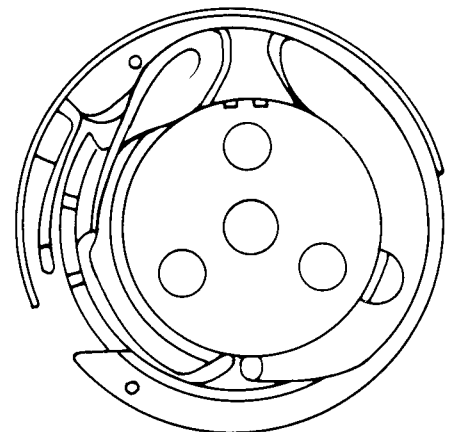

Fig. 35e
- Das Spulenkapselunterteil mit Greiferbügel komplett in den Greifer einsetzen (siehe Abb. 35e).
- Replace bobbin case base with hook gib in the sewing hook (Fig. 35e).